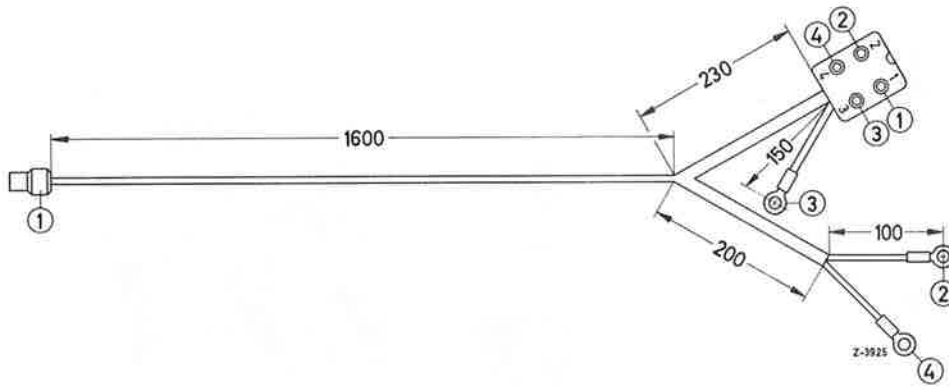

Bild 5
- 8. Leitungssatz nach Bild 5 anfertigen, im Motorraum am Hauptleitungssatz entlang bis zum rechten Radlaufausschnitt für den Stoßdämpfer verlegen und nach Bild 5 anschließen.